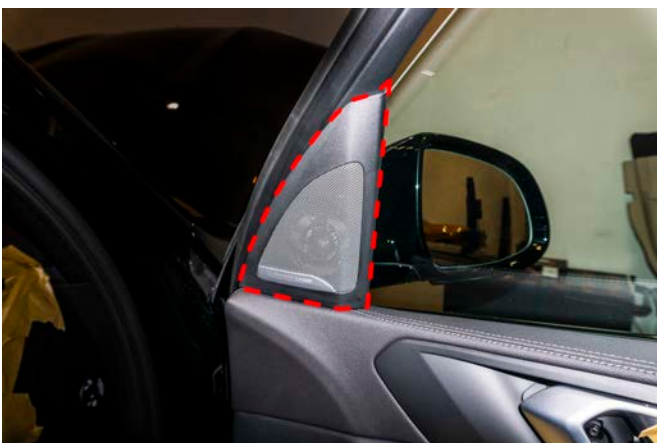

Рисунок 7 – Расположение винта крепления
4. Снять съемником динамик, отсоединив провод. Снять декоративную накладку блокировки двери → открутить винт «★Торх 20», указано стрелкой (рис. 7).